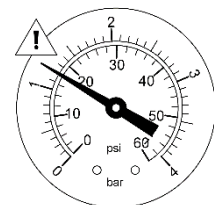

Bild 6 -
2. Ventile schließen (2 St.), (1. / Bild 6)
5. Sicherungsring öffnen (entgegengesetzt zum Uhrzeigersinn), (2. - 3. / Bild 6)
6. Öffnen Sie die oft straff gespannte Abdeckung (4. / Bild 6)
7. Entfernen Sie die Filterpatrone und reinigen Sie bei Bedarf das Gehäuse (5. / Bild 6)